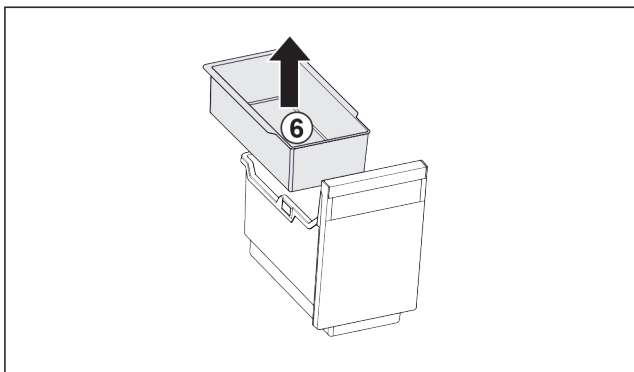

Fig. 124
- ▶ Извлеките Fig. 124 (6) подвесной лоток.